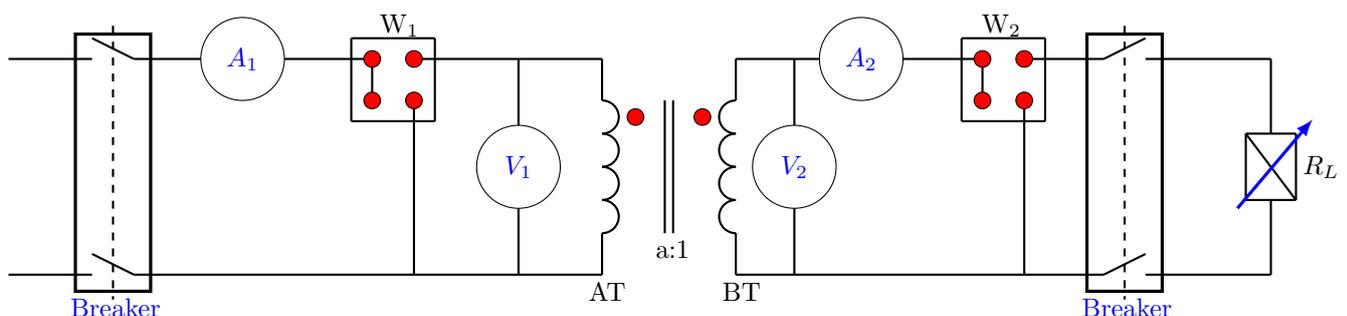
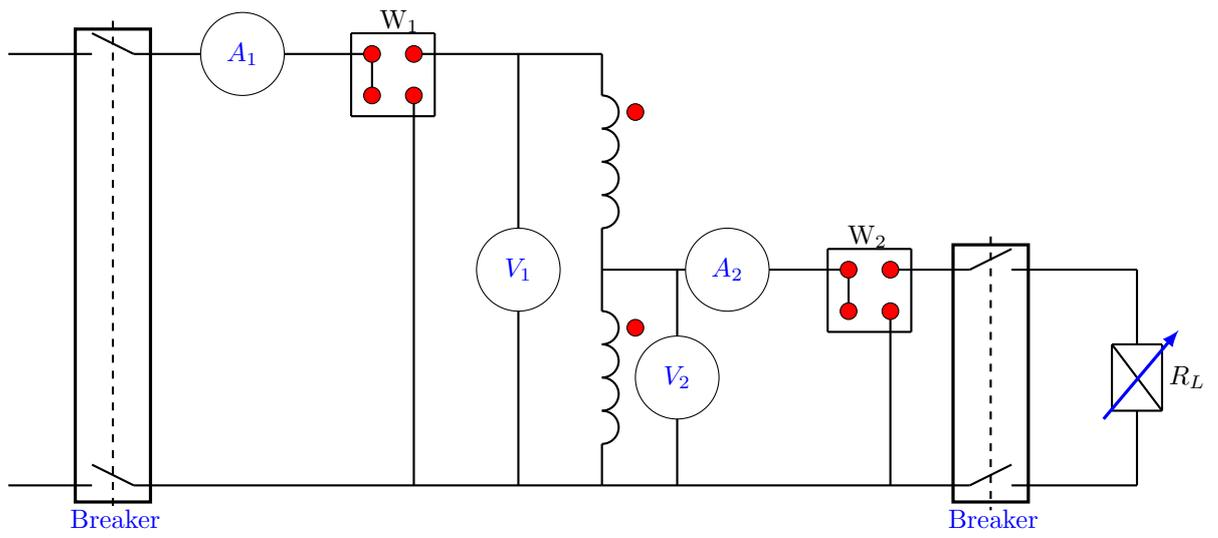

Figura 28: Conexión del transformador con carga.
Figura 29: Conexión del autotransformador.
1. Monte el circuito de la figura 28. Primero ajuste la tensión nominal de salida del transformador de acuerdo a la relación de transformación elegida y tome lecturas de potencia de entrada y tensión en terminales. Luego, ajuste la carga de tal manera que se tenga el valor nominal de corriente a la salida y tome lecturas de W_1 , W_2 , A_1 , A_2 , V_1 y V_2 .
2. Finalmente, realice el mismo procedimiento para el auto-transformador de la figura 29, teniendo en cuenta que el devanado común del auto-transformador es el mismo devanado de salida del transformador de la figura 28.